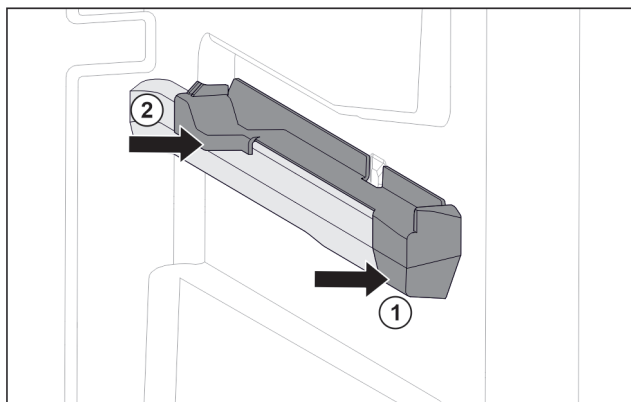

Fig. 75 Вставная часть на правом контейнерном ребре
- ▶ Наденьте вставную часть спереди на контейнерное ребро. Fig. 75 (1)
- ▶ Нажмите на вставную часть сзади. Fig. 75 (2)